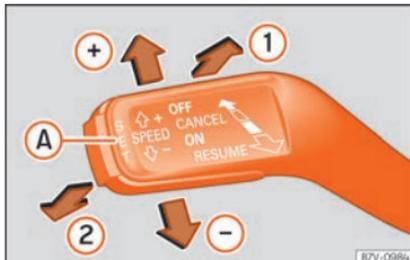

Fig. 49 À esquerda da coluna da direção: interruptor e comandos de utilização do GRA.
- Ligar o GRA: coloque a alavanca em **ON** ① »» Fig. 49. O sistema acende-se, mas não regula por não ter qualquer velocidade programada.
- Ativar o GRA: pressione o botão **SET** A »» Fig. 49. Memoriza e regula velocidade atual.
- Desligar o GRA temporariamente: mova a alavanca até **CANCEL** ② »» Fig. 49 e solte-a ou pressione o travão ou a embraiagem. A regulação é desativada temporariamente.
- Ligar novamente o GRA: mova a alavanca até **RESUME** ① »» Fig. 49 e solte-a. A velocidade
- Desligar o GRA: mova a alavanca até à posição **OFF** ② »» Fig. 49. Desliga-se o sistema e a velocidade memorizada apaga-se.